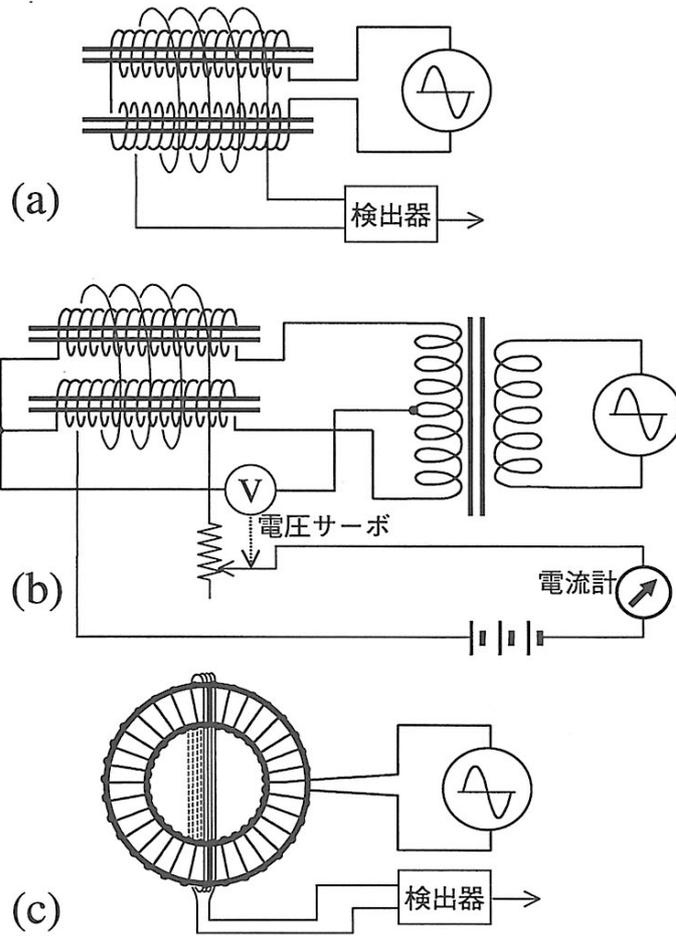

図9.16 フラックスゲート磁力計の構成
直流成分に適切なフィードバックを施すことによりその電流値として磁場の値を読みだすことが可能になる。(図9.16 a)
- 図9.16 bの回路は、この考え方を応用した実用回路の例である。
図9.16 aの2本の磁芯を変形させて接続し一つの環の形にしたリングコア型 (図